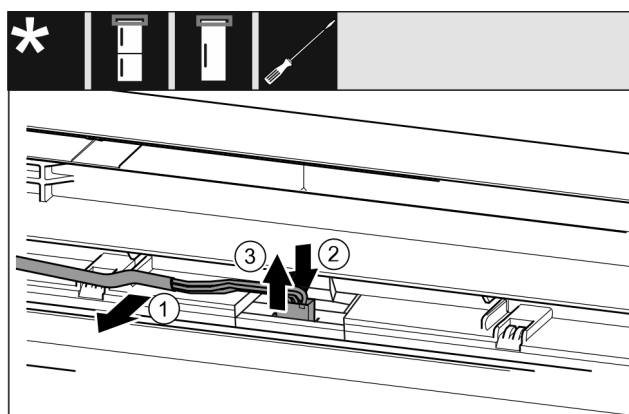

Fig. 23 Kombinace chladničky s mrazničkou / mrazničky / chladničky*
- Kabel Fig. 23 (1) opatrně uvolněte z vedení ve dveřích.*
- Zatlačte lamelu Fig. 23 (2) za zástrčku směrem dozadu.*
- Zástrčku Fig. 23 (3) opatrně vytáhněte směrem nahoru.*